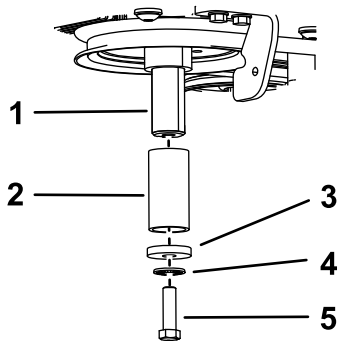

Figura 88
- C. Aplique compuesto antigripante al cigüeñal, y luego instale el perno, la arandela, la arandela de muelle y un espaciador (Pieza Toro N° 136-5411) en el eje (Figura 88).